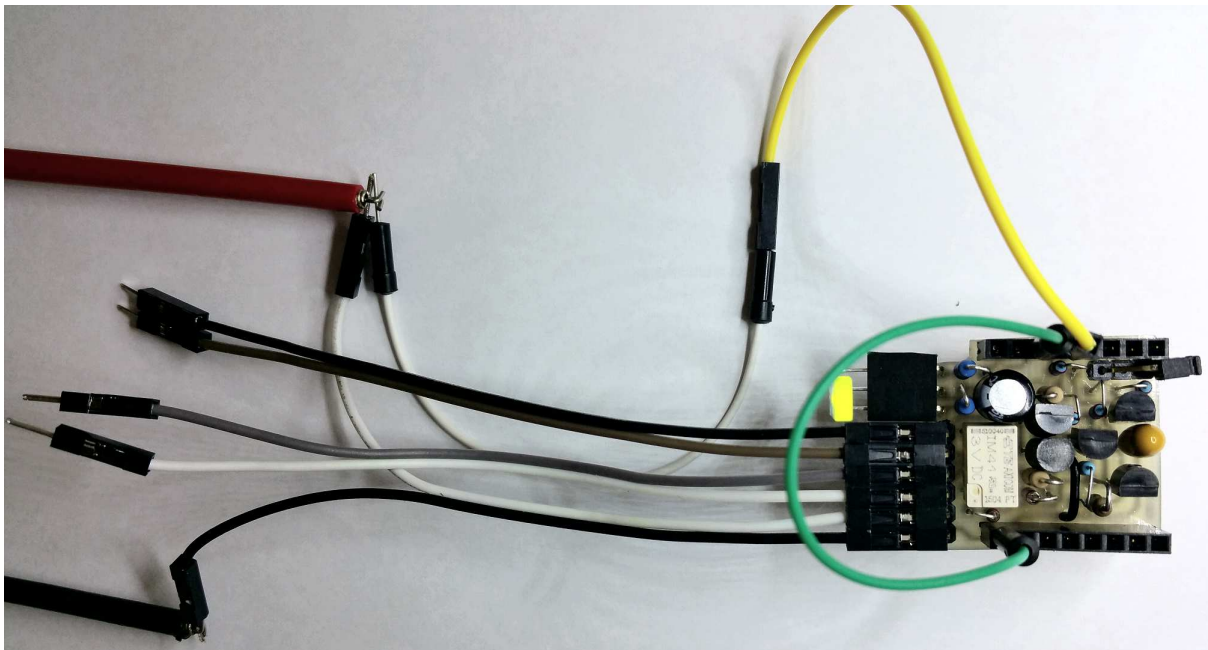
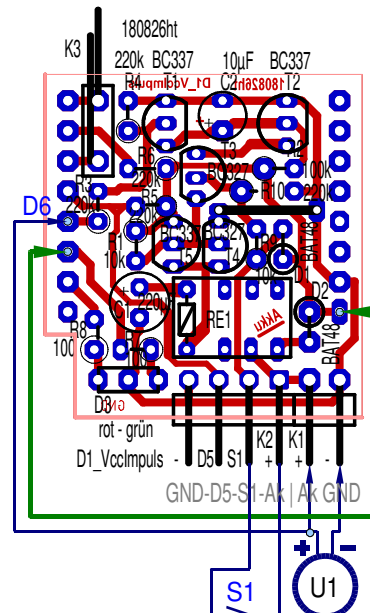

Bild 6: Lötseite des VccImpuls-Shields
Bild 9: Funktionstest
Funktionstest (Bild 9)
- (1) Damit man sieht, ob am 5V-Pin des D1 mini wirklich eine Spannung anliegt, wird der Pin zB mit der grünen LED (an D7) verbunden. (siehe Bild 9 bzw. grünes Kabel in Bild 6)
- (2) Pin D6 mit dem Pluspol der Eingangsspannung verbinden.
- (3) Anlegen der Eingangsspannung (5 Volt) an die Eingangspins Ak (Akku) und GND von K1. Die grüne LED sollte NICHT leuchten.
- (4) Ein kurzes Verbinden der Pins Ak und S1 schaltet die LED ein (Einschaltimpuls). Die LED sollte eingeschaltet bleiben, wenn die Verbindung getrennt wird.
- (5) Unterbricht man kurz die Verbindung vom Pluspol der Versorgung zu D6, erlischt die LED. (Verbindung weißes - gelbes Kabel in Bild 6)